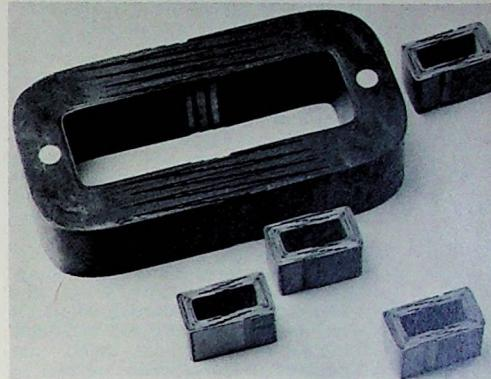
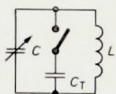

Bild 2. Transformatorkerne mit Stufenluftpalt aus kornorientiertem Elektroblech
Bild 1. Parallelnachstimmung durch eine Kapazitätsdiode, die wie ein anschaltbarer Zusatzkondensator  $C_1$  wirkt
Neben der Schnittbandkern-Technik haben sich die Hersteller auch um andere Lösungswege bemüht. Der einseitig geschnittene und nur an der Schnittstelle verfestigte Klappkern ist nur für größere Abmessungen realisierbar. Er hat sich aus verschiedenen Gründen, hauptsächlich wegen seiner starken Brummneigung, nicht durchsetzen können. Eine neue Luftpalttechnik, der sogenannte Stufenluftpalt, verspricht dagegen besonders für Kleintransformatoren günstige Einsatzmöglichkeiten (Bild 2). Allerdings erfordert der Stufenluftpaltkern (SLK) höhere Werkzeugkosten, also Großserien. Wie schon erwähnt (s. Bild 1), bestimmt das Verhältnis von Luftpalt  $s$  (für Schnittbandkerne in Normalgröße 0,03 mm) zur Eisenweglänge  $l_m$  den Scherungsgrad. Kleine Schnittbandkerne liegen also magnetisch grundsätzlich ungünstiger. Näheres läßt sich jedoch erst sagen, wenn die Garantiedaten für die in Erprobung befindlichen SLK-Typen festliegen.
Die einfachste Schaltung erhält man, wenn Drehkondensator und Kapazitätsdiode parallel geschaltet werden. Die Kapazitätsdiode ist im Bild 1 durch
In der Praxis erreicht das Verhältnis  $f_{\max}/f_{\min}$  häufig den Wert 3,3, und der Frequenzhub würde dann im Verhältnis 1 : 36 schwanken. Die Schaltung nach Bild 1 ist deshalb kaum anwendbar.
Zum Vergleich mit der Schaltung nach Bild 1 kann man nun mit Gl. (5) und Gl. (6) das Verhältnis  $\Delta f_h/\Delta f_n$  bilden und gängige Werte einsetzen, zum Beispiel  $C_{\max} = 500 \text{ pF}$ ,  $C_p = 2,5 \text{ nF}$ ,  $C_s = 10 \text{ pF}$  und  $f_{\max}/f_{\min} = 3,3$ . Der noch fehlende Wert von  $C_{\min}$  kann aus den gegebenen mit Gl. (3) und Gl. (1) zu  $C_{\min} = 28 \text{ pF}$  berechnet werden. Das Verhältnis der Extremhuben ergibt sich dann zu  $\Delta f_h/\Delta f_n = 1/6,1$ . Es hat damit zwar noch keinen brauchbaren (nahe bei 1 liegenden) Wert erreicht, da es aber im Gegensatz zur Schaltung nach Bild 1 weniger als 1 beträgt, läßt eine Kombination beider Schaltungen die Möglichkeit einer wenigstens teilweisen Kompensation erwarten.